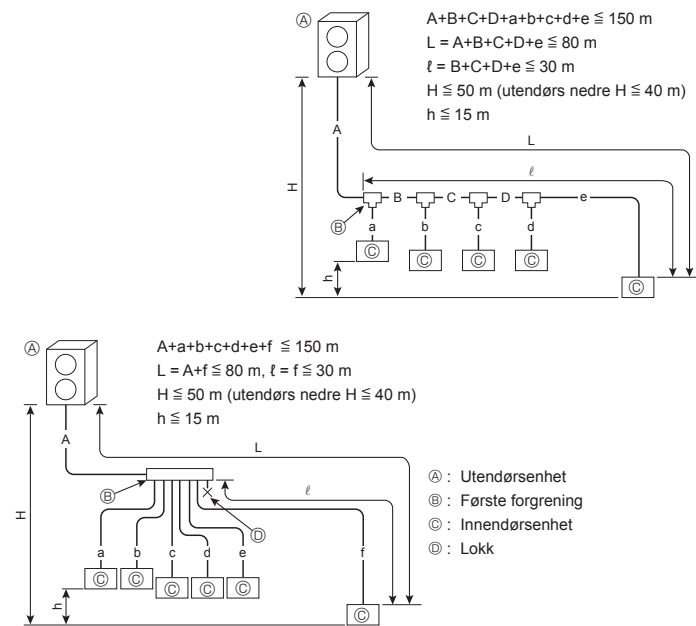

Fig. 4-1
4.1.1. Tilkobling uten forgreningsboks (fig. 4-1)